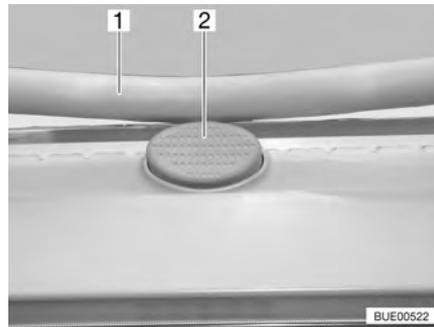

Fig. 73 Bouton de sûreté sur le lanterneau Heki
- Appuyer sur le bouton de sûreté (Fig. 73,2) et tirer l'étrier (Fig. 73,1) vers le bas avec les deux mains.
- Pousser l'étrier vers le haut avec les deux mains jusqu'à ce que ce dernier se trouve au-dessus du bouton de sûreté (Fig. 73,2).